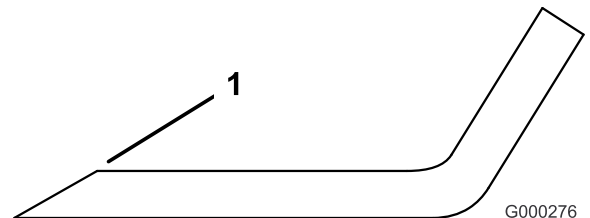

図 27
4. すべてのブレードの刃先を点検し、刃先が丸くなっていたり打ち傷がある場合には研磨する 図 27。
**注** 研磨は刃先の上面だけに行い、刃の元々の角度を変えないように十分注意する 図 27。両方の刃先から等量を削るとブレードのバランスを維持することができます。